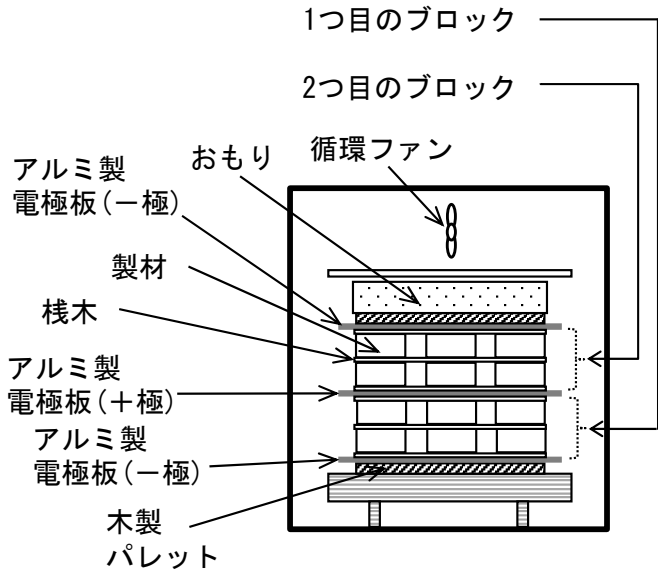

図2 蒸気高周波複合式乾燥の栈積み例
- ①材内部の含水率の高い部分に選択的に高周波加熱を行うことができるので、蒸気による外部からの加熱と併用することで、仕上がり含水率の均一化や乾燥時間の短縮が見込まれる
- ②乾燥室内を複数のブロックに分け、ブロックごとにローテーションしながら高周波をかけることによって、電気代を抑えながら乾燥日数の短縮を図ることができる(図2、写真2)